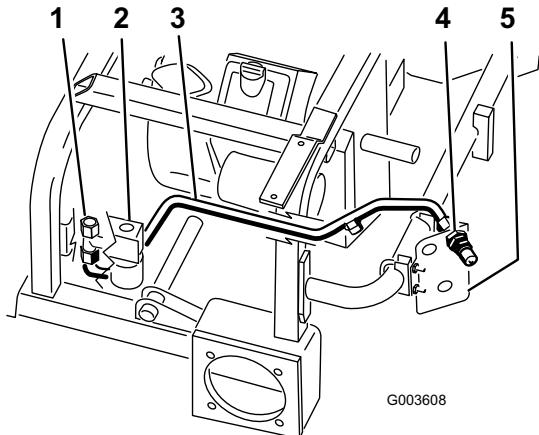

Figura 14
1. Coloque el tubo hidráulico Nº 1 en la máquina según se muestra en Figura 14.
2. Conecte el tubo hidráulico Nº 1 al acoplamiento en T montado en el lateral de la válvula (Figura 14).
3. Conecte el tubo hidráulico Nº 1 al acoplamiento macho superior (Figura 14).